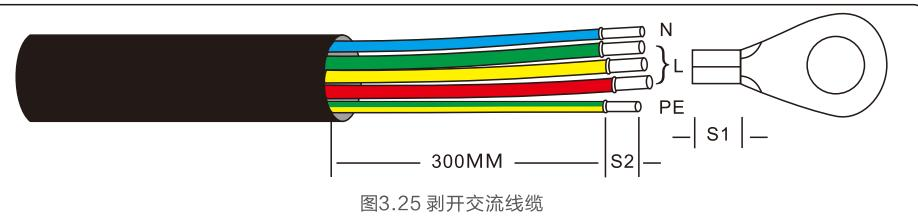

图3.25 剥开交流线缆
- 将交流线缆绝缘护套的末端剥去约300mm，然后剥去每根导线的末端（如图3.25所示）